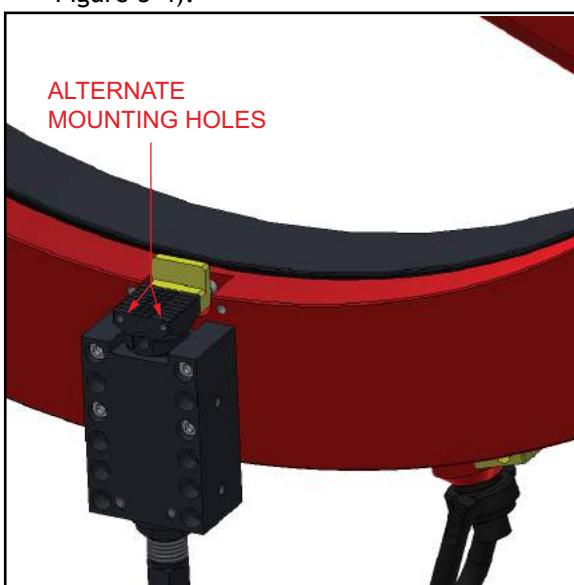

FIGURE 3-4. TROUS DE MONTAGE ALTERNATIFS
inférieure » des pieds de nivellation (voir Figure 3-4).
- Installez les doigts de mise au point à l'arrière (dessus) de la bride sur la « partie inférieure » des pieds de nivellation (voir Figure 3-4).